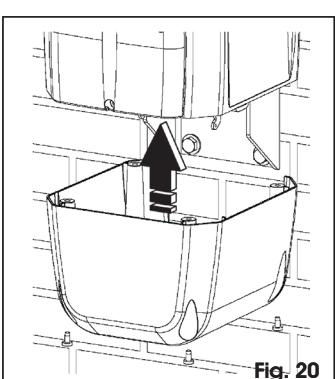

Fig. 20
- Monte el cárter inferior utilizando los cuatro tornillos suministrados en dotación, Fig. 20.